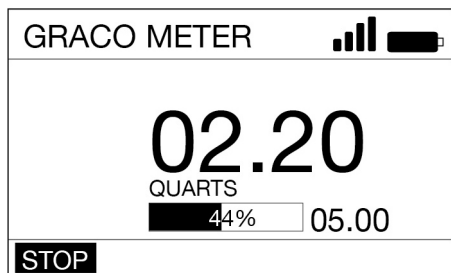

FIG. 34
3. Utilizzare i tasti FRECCIA DESTRA o SINISTRA per selezionare STOP (J) (Fig. 34). Premere il pulsante INVIO.